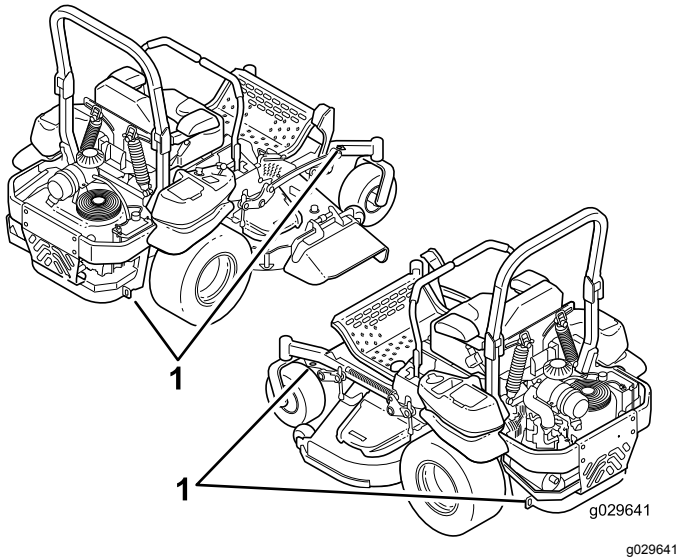

Bild 39
5. Verwenden Sie die Vergurtungsstellen, um die Maschine mit Riemen, Ketten, Kabeln oder Seilen am Anhänger oder Pritschenwagen zu befestigen (Bild 39).